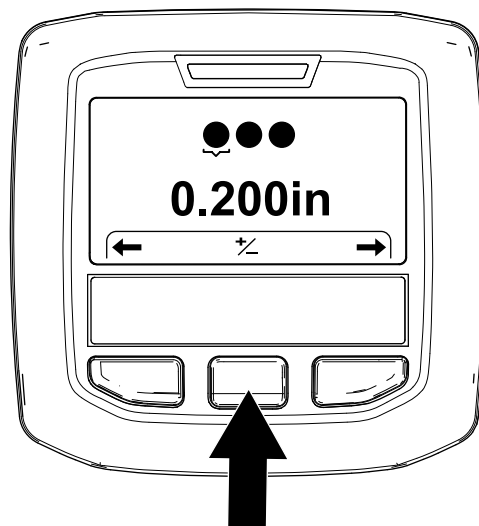

図 58
3. インフォセンターの右ボタンを押して「タインの直径」Setting the Tine Diameter 画面を出す 図 58。